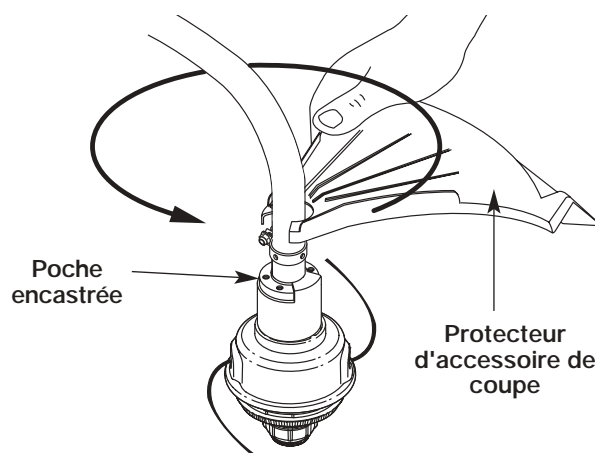

Fig. 4
2. Enfoncez le protecteur d'accessoire de coupe sur le haut de l'accessoire de coupe puis tournez-le jusqu'à ce que les trous à vis soient alignés et que le protecteur s'emboîte dans la poche encastrée (Fig. 4).